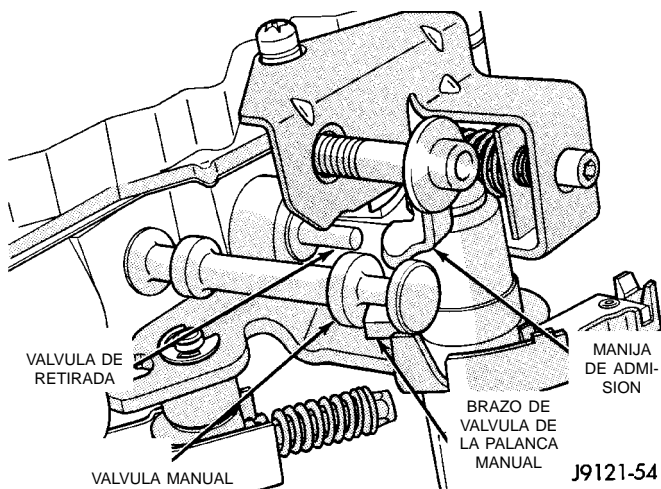

Fig. 93 Alineación de la palanca manual y la manija de admisión
(6) Luego instale la junta, la arandela y el collarín en "E" de la palanca manual.
(7) Verifique que la manija de admisión esté alineada con el extremo del vástago de la válvula de retirada y que el brazo de la palanca manual esté acoplado en la válvula manual (Fig. 93).
(8) Coloque el tornillo de ajuste de presión de funcionamiento en el soporte del tornillo de ajuste.
(9) Instale el muelle en el extremo de la válvula del regulador de presión de funcionamiento.
(10) Instale el muelle de la válvula del conmutador en la rabera situada en el extremo del soporte del tornillo de ajuste.
(11) Instale la válvula manual.
(12) Instale muelle y la válvula de mariposa.
(13) Instale el retén y la válvula de retirada.
(14) Instale la válvula del regulador de presión.
(15) Instale la válvula de conmutación.
(16) Coloque el soporte del tornillo de ajuste en el cuerpo de válvula. Alinee los muelles de válvula y coloque el soporte en su lugar. Instale en primer lugar los tornillos cortos del soporte superior, instale en último lugar el tornillo largo del lado inferior. Compruebe que el soporte y los muelles de válvula estén correctamente alineados. Después, apriete los tres tornillos de soporte con una torsión de 4 N·m (35 lbs. pulg.).
(17) Lubrique los anillos en O del conector de la caja del solenoide y el eje de la palanca manual con una capa ligera de vaselina.